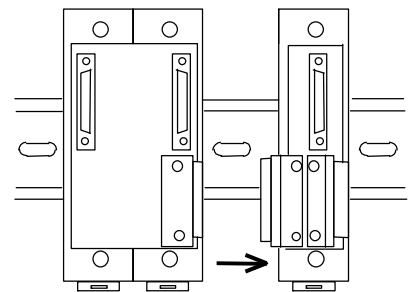

図 4
5. マザーブロックをスライドさせてから、連結用コネクタで連結します。(図 4)